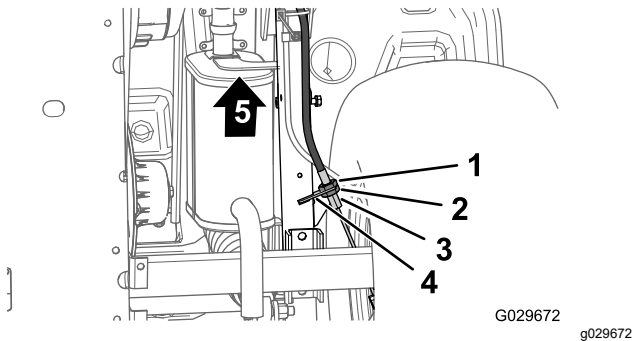

Figure 68
3. Au bas de la machine, desserrez de 4 tours l'écrou de blocage arrière du régleur fileté sur le câble de frein de stationnement (Figure 68).
4. Resserrez l'écrou de blocage avant (Figure 68).
- A. Desserrez d'un tour l'écrou de blocage avant (Figure 68) du régleur fileté du câble de frein de stationnement.
- B. Resserrez l'écrou de blocage arrière (Figure 68).
- A. Desserrez d'un tour l'écrou de blocage arrière (Figure 68) du régleur fileté du câble de frein de stationnement.
- B. Resserrez l'écrou de blocage avant (Figure 68).